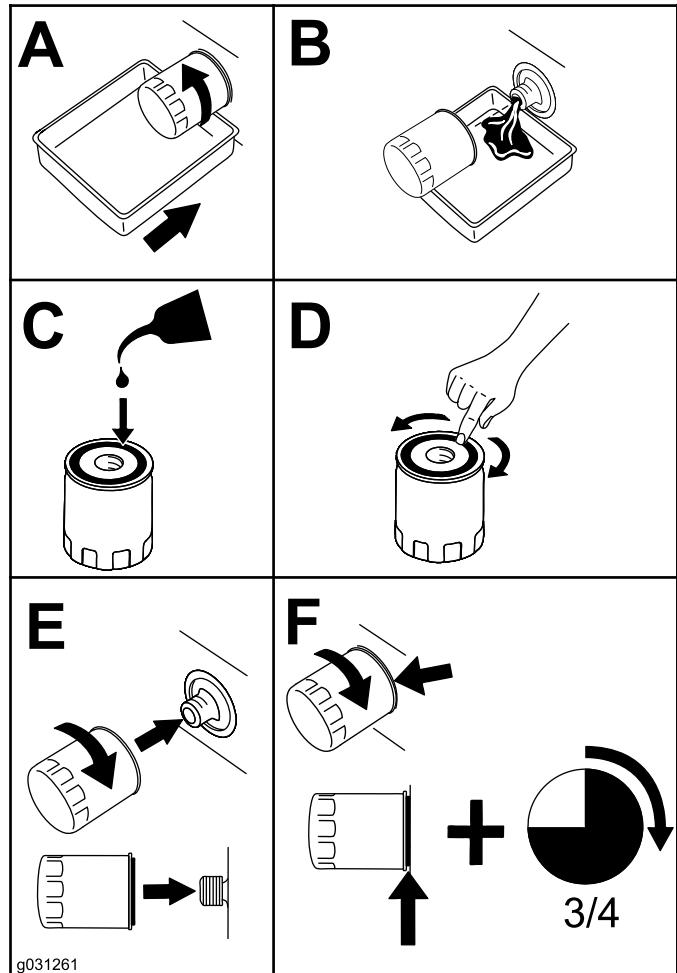

図 50
4. 図 50に示す手順でエンジンオイルフィルタを交換します。